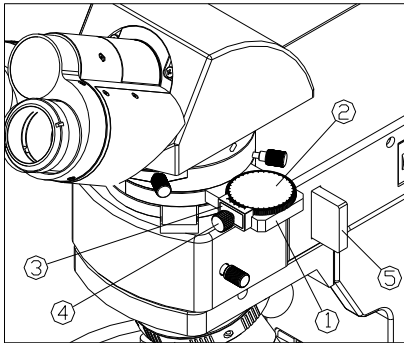

图 29
- (1) 将检偏镜插板①正面朝上插入中间镜组插口中，插到最里面，检偏镜移入光路。（如图 29）
- (2) 松开锁紧螺钉④，转动检偏镜转盘②，可改变检偏镜的振动方向，刻度格值  $2^\circ$ ，调节范围  $360^\circ$ 。正交观察时，应使转盘②的“0”刻线与游标③的“0”刻线对齐，游标格值  $6'$ 。
- (1) 将起偏镜插板④正面朝前插入照明系统的起偏镜插口中，“咔嗒，咔嗒”两声后起偏镜移入光路。（如图 29）